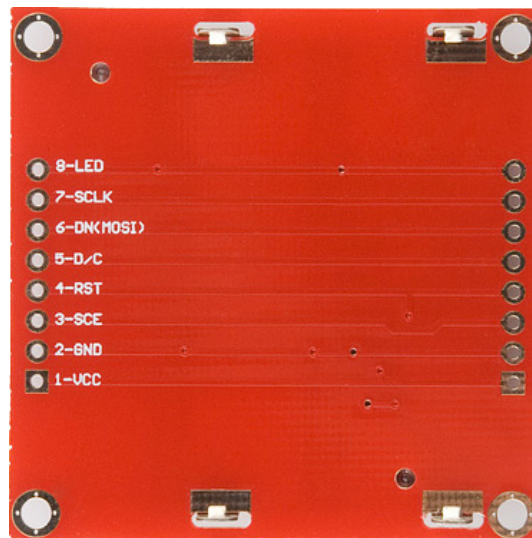

Abbildung 1: Anschlusspins der Nokia 5110-kompatiblen LC-Display Platine.
**Achtung:** Führen Sie die notwendige Verdrahtung auf dem Steckbrett durch. Abbildung 1 stellt die Anschlüsse der LC-Display Platine dar, die mit dem Arduino Due Board zu verbinden sind.